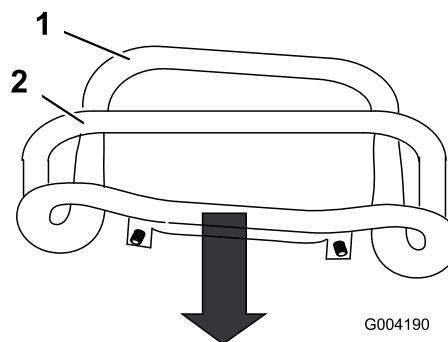

Рисунок 50
3. Потяните рычаг управления тягой назад, чтобы передняя часть рычага коснулась контрольной штанги (Рисунок 50).